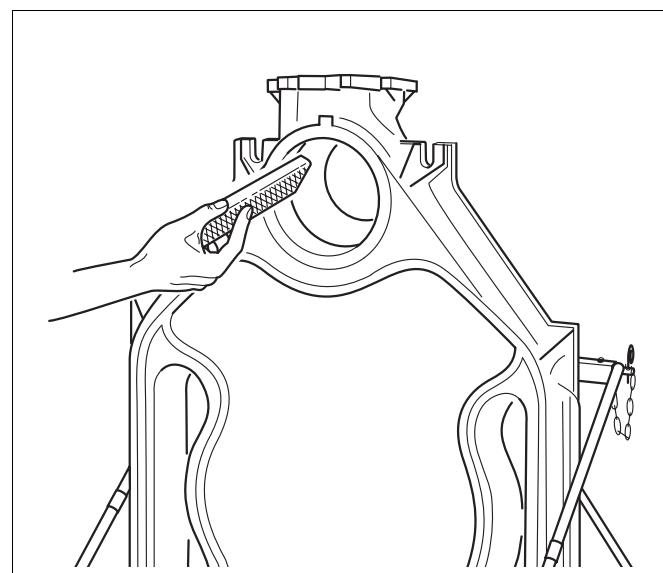

Fig. 12 Limatura della bava
- Limare eventuali bavature presenti sui mozzi (fig. 12).
- ▶ Limare eventuali bavature presenti sui mozzi (vedere fig. 12, pag. 18).